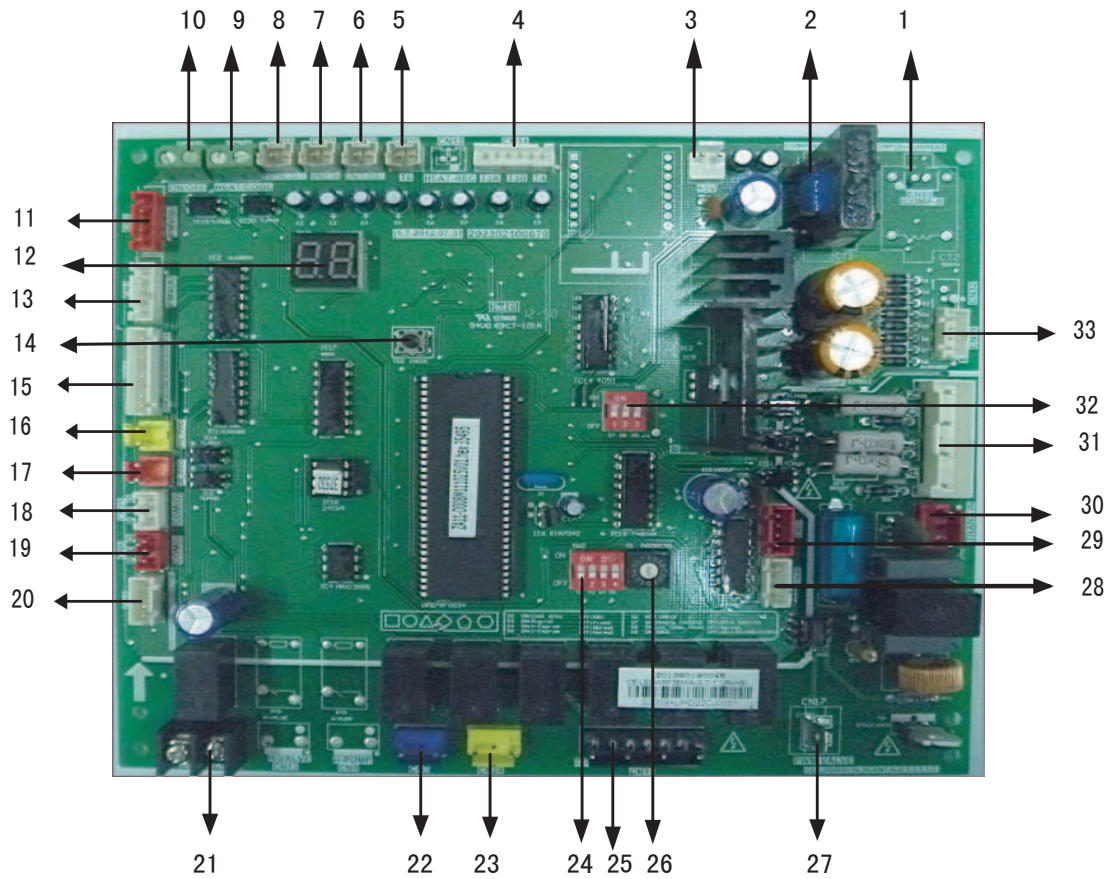

Рис.5-5
5.5.2 Иллюстративная схема управления главного щита управления (см рис. 5-5)
## 5.8 Подробное описание деталей, представленных на рис. 5-5